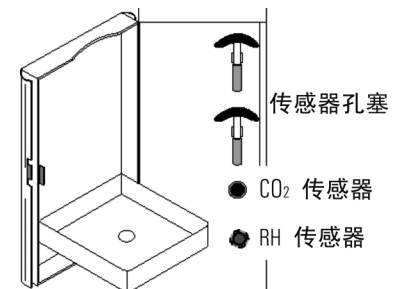

图 8-2. 孔塞和传感器
5. 取下 RH 和 CO₂ 传感器。要找到传感器，请打开含有湿度系统水瓶的检修门。（插图显示了取下水瓶的说明）找到 RH 和 CO₂ 传感器（图 8-2）。